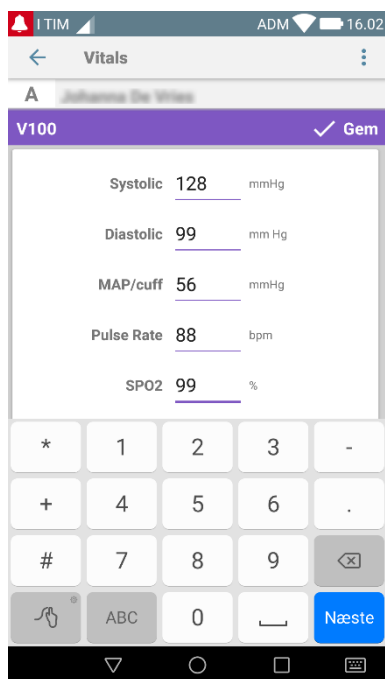

Fig. 92
- Tryk på det område, hvor den manglende værdi skal indsættes (Fig. 90 **C**). Fordi der forventes en numerisk værdi, vises der et numerisk tastatur til at indtaste den ønskede værdi (Fig. 92):